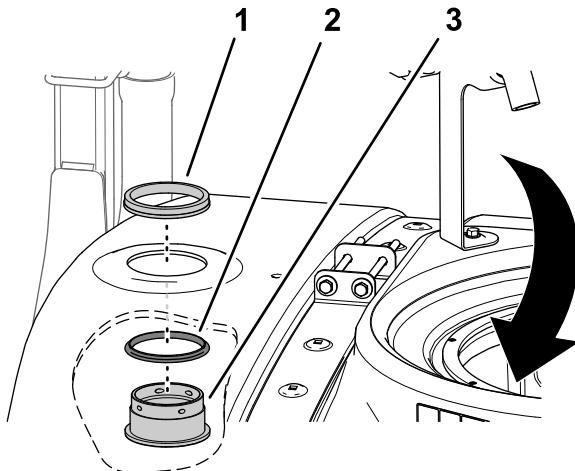

图 27
1. 将密封件安装到隔板接头上图 27。
2. 从药缸内部穿过您在 在药缸上钻孔 \(页码 14\) 中开的孔安装隔板接头和密封件图 27。
3. 用锁环将隔板固定到药缸上图 27。